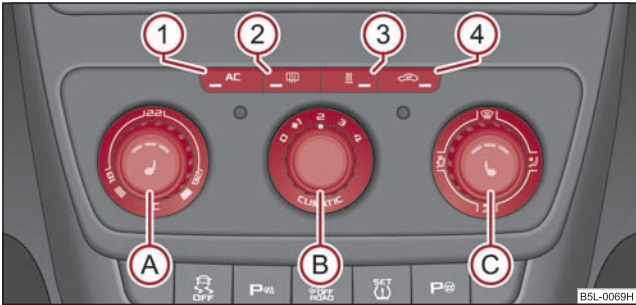

Fig. 138 Climatic: Elementos de mando
La refrigeración funciona sólo si se pulsa la tecla  ⇒ página 115, fig. 138 ① y se cumplen las siguientes condiciones:
- Gire el regulador giratorio (A) ⇒ fig. 138 hacia la derecha para aumentar la temperatura.
- Gire el regulador giratorio (A) hacia la izquierda para bajar la temperatura.
- Pulsar la tecla  ① ⇒ página 115, fig. 138. En la tecla se encenderá el testigo de control.
- Pulse la tecla 4 ⇒ página 115, fig. 138, en la tecla se encenderá el testigo.
Si el regulador distribuidor de aire C se encuentra en la posición ⇒ página 115, fig. 138, el servicio de aire circulante se desconectará automáticamente. Pulsando repetidamente la tecla usted puede conectar de nuevo el servicio de aire circulante también en esta posición.